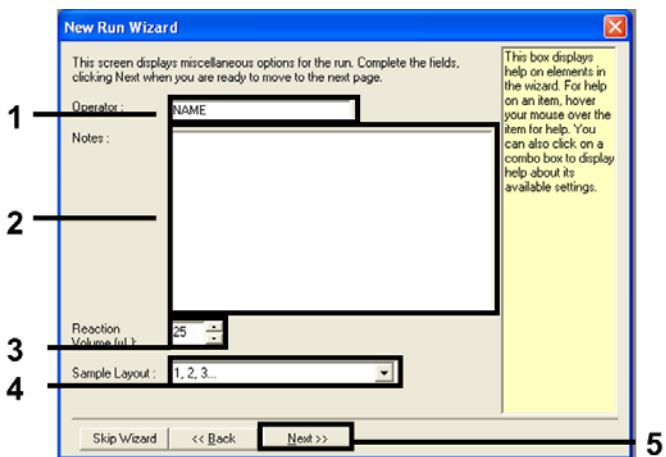

Figura 2. Immissione del nome dell'operatore e dei volumi delle reazioni.
4. Immettere il nome dell'operatore. Aggiungere eventuali note e immettere 25 come volume della reazione. Verificare che i valori nel campo Sample Layout (Configurazione campioni) siano 1, 2, 3.... Fare clic su Next (Avanti) (Figura 2).